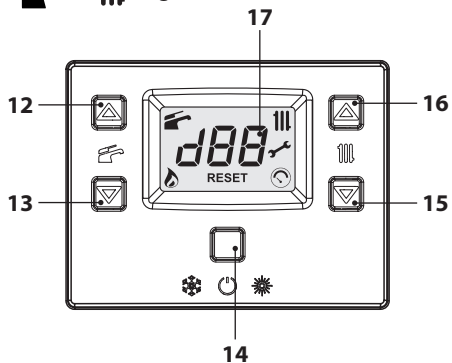

Figura 2.3
- Tenere premuto per 2 secondi il tasto 14 fino a far apparire sul display entrambe i simboli  e  (Figura 2.3).